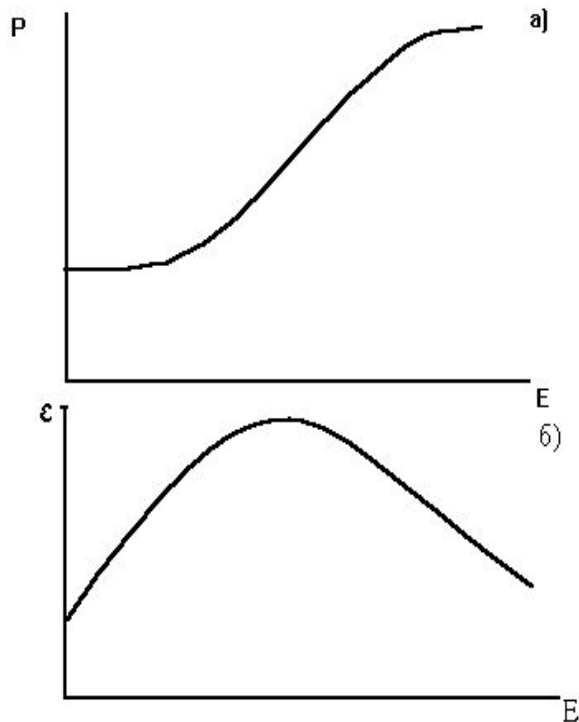

Рис. 2 Зависимости поляризации (P) и диэлектрической проницаемости (ϵ) от напряженности электрического поля (E)
- При помещении сегнетоэлектрика в электрическое поле суммарные моменты диполей ориентируются по полю и поляризация сегнетоэлектрика возрастает (рис. 2)